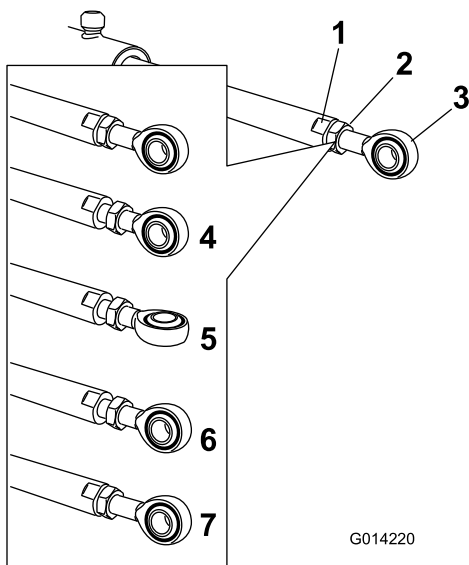

Figure 104
5. Placez une clé sur les méplats de la tige de vérin pour l'immobiliser, puis desserrez l'écrou de blocage pour pouvoir ajuster la tige à œillet (Figure 104).
6. Tournez la tige à œillet dans la tige du vérin pour raccourcir ou allonger le vérin déployé à la position voulue (Figure 104).